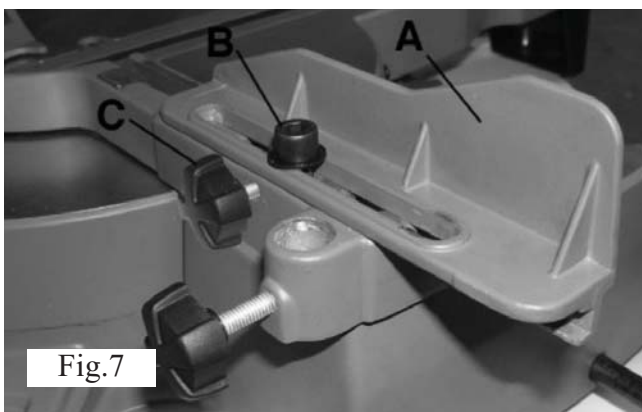

Fig.7
med skinneforlængere (A) på fig. 7 i begge sider, som kan skydes ud for at yde bagstøtte ved lange arbejdsemner. Bemærk, at disse skinneforlængere skal være i yderste position ved stejl smigskæring for, at de ikke kommer i vejen for motorhuset eller klingeafskærmningen. Sådan justeres positionen for hver skinneforlænger:
1. Løsn topmøtrikken (B) til skinneforlængeren vha. den medfølgende sekskantnøgle.
2. Løsn låseskruen bag på skinneforlængeren (C).